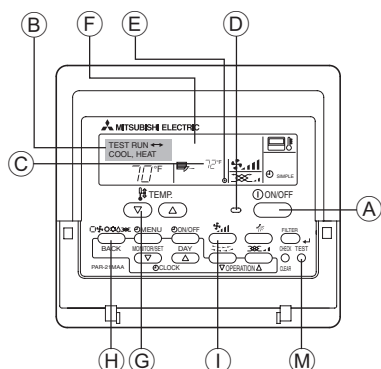

Fig. 7-1
7. Marche d'essai (Fig. 7-1)
| 3. Instalación de la unidad interior..... | 27 | 7. Prueba de funcionamiento (Fig. 7-1)..... | 36 |